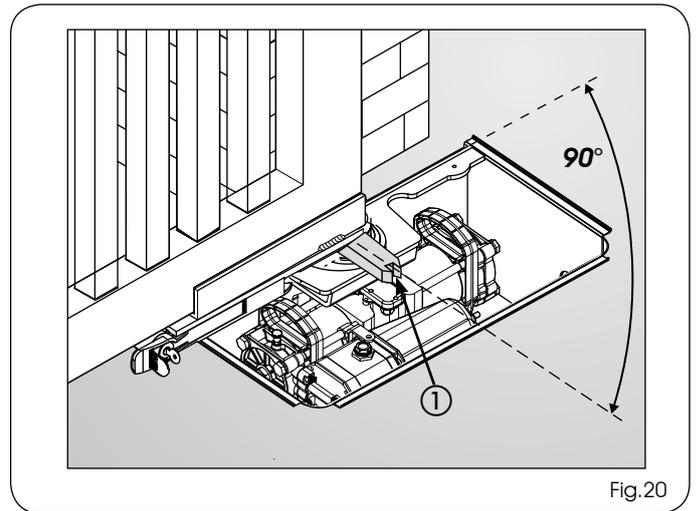

Fig.20
- 12) Amener le portail déverrouillé en position ouverte, en vérifiant que la partie de déverrouillage dégagée du portail **reste dans la position de portail fermé d'après la figure 20 réf. ①**.